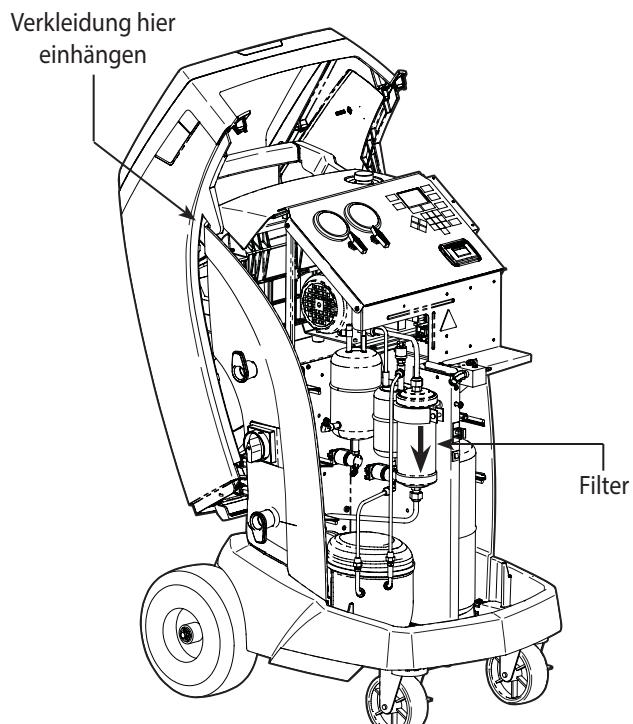

Abbildung 12
- Klappen Sie die Verkleidung nach hinten und hängen Sie sie an die Rückseite des Gerätes ein (siehe Abbildung 12).